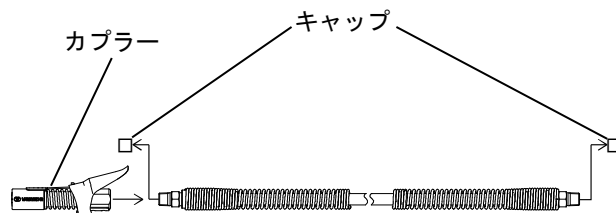

Fig.3
- 2) ホース両端のキャップを外し、両端のネジ部にシールテープを巻き、カプラーに接続してください。(Fig.3)